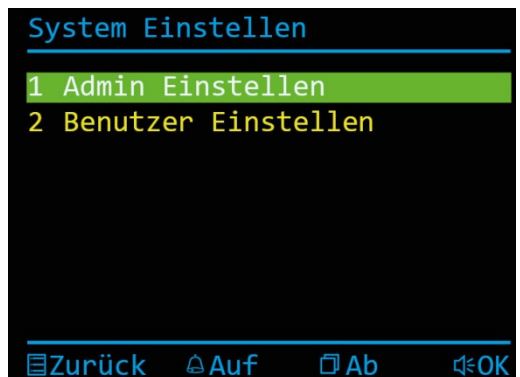

Abb. 10: Admin Einstellen
- ▶ Drücken Sie die Bildtaste  oder die Ruf AUS-Taste  und wählen Sie den Menüpunkt *Admin Einstellen* aus (Abb. 10).